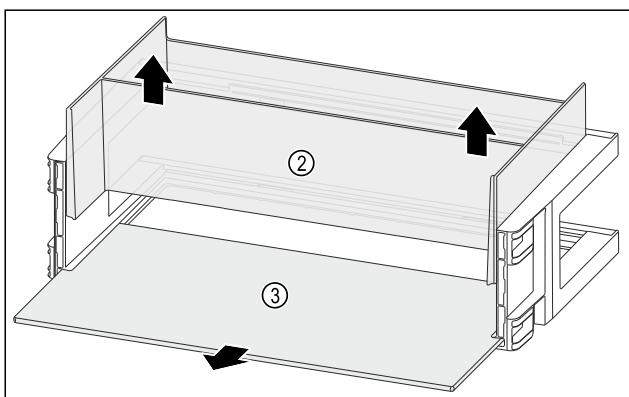

Fig. 122
- ▶ Извлеките органайзер Fig. 122 (2) движением вверх.
- ▶ Извлеките съемную полку Fig. 122 (3).